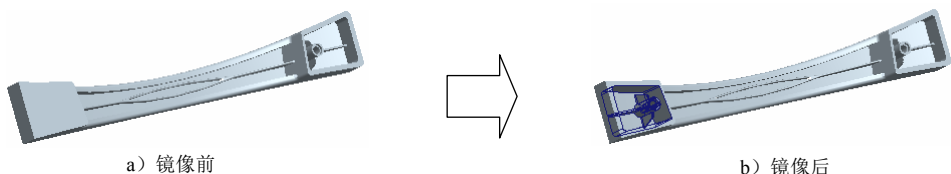

图 5.38.169 镜像 1
Step25. 创建图 5.38.169 所示的镜像特征 1。按住 **Ctrl** 键，在模型树中分别选取 Step18~Step24 中创建的特征；右击，在弹出的快捷菜单中选择 **组** 命令。在模型树中单击 **组LOCAL_GROUP** 特征，单击 **模型** 功能选项卡 **编辑** ▾ 区域中的“镜像”按钮 。选取 **RIGHT** 基准平面为镜像平面，单击 按钮，完成镜像特征 1 的创作。